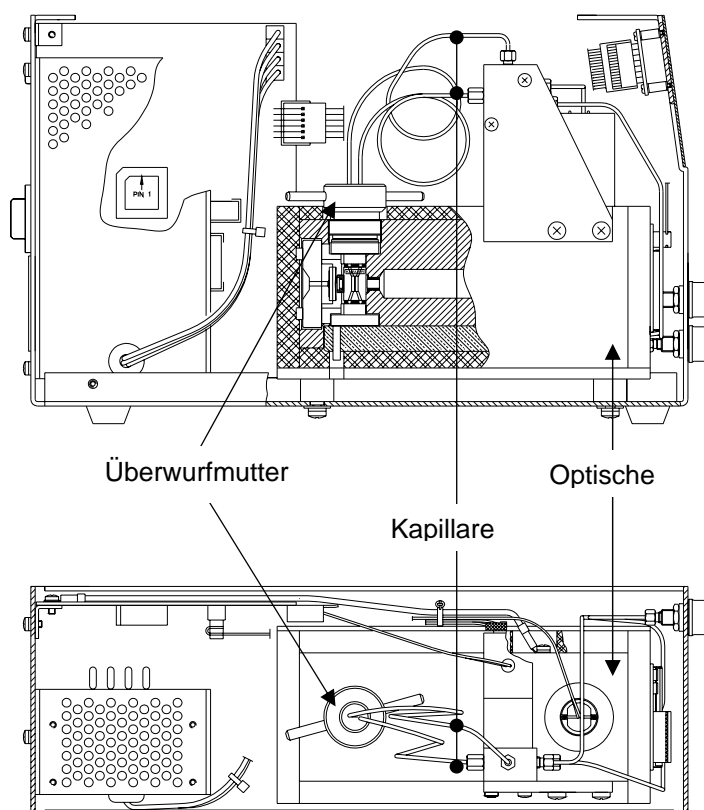
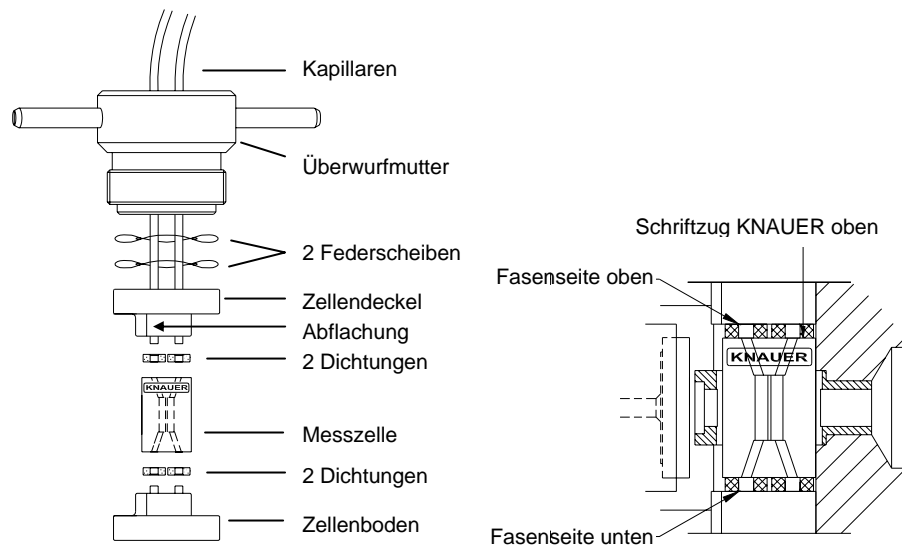

Abb. 10 Einbaulage der Messzelle im K-2301 RI-Detektor
Abb. 12 Aufbau der Messzelle des K-2301 RI-Detektors (links) und Einbaulage in der optischen Bank (rechts)
4. Lokalisieren Sie die Messzelle im Inneren des Gehäuses. Die Messzelle ist von oben in die optische Bank eingebaut und mit einer Überwurfmutter befestigt (Abb. 10 und Abb. 12).
2. Setzen Sie die Messzelle unter Beachtung der Lage (vgl. Abb. 12) in das Messzellegehäuse ein. Bei richtiger Orientierung ist der Schriftzug KNAUER auf der Zelle oben.